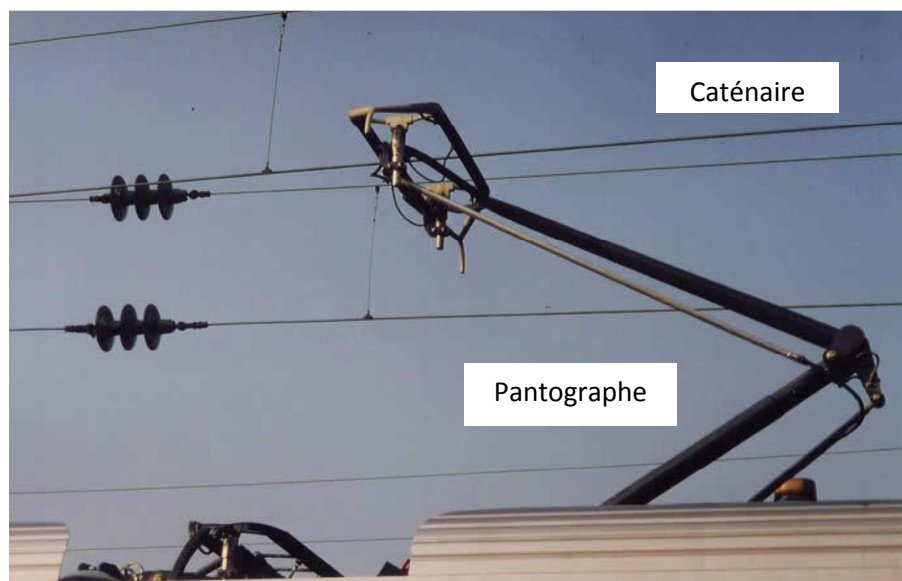
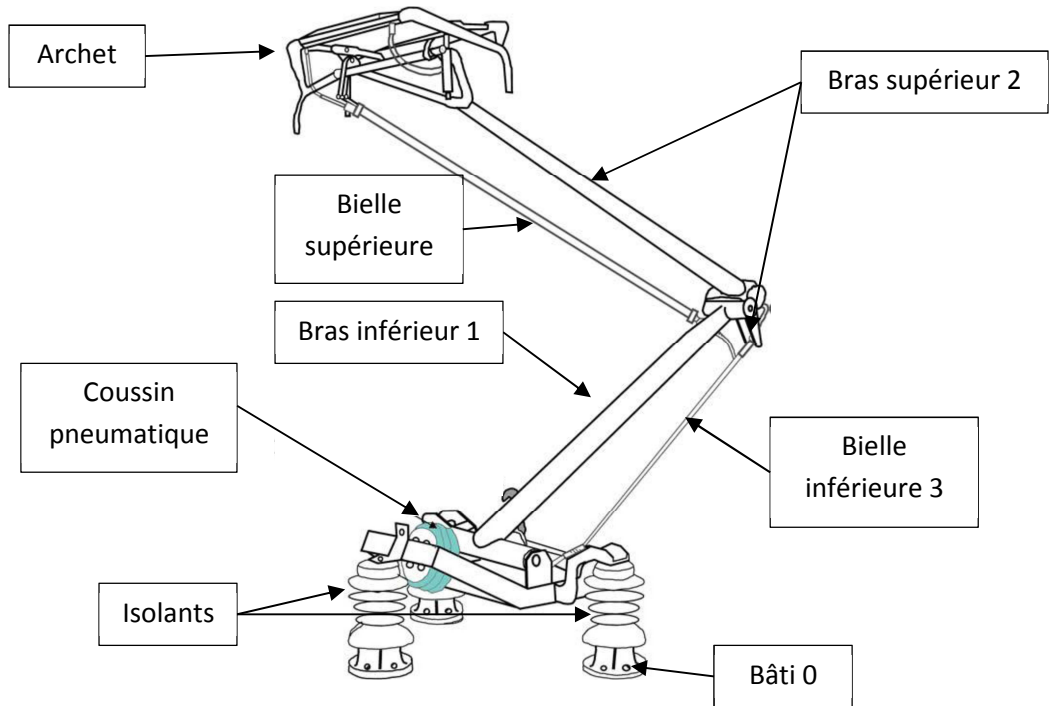

Figure 2 : Vue d'un pantographe
Figure 3 : Descriptif d'un pantographe
Le pantographe est essentiellement constitué d'un archet frottant sur la caténaire articulé autour de deux bras inférieur et supérieur et de deux bielles (voir Figure 2 et Figure 3). La mise en mouvement du pantographe et le maintien de l'archet sur la caténaire est assurée par un coussin pneumatique et d'une came (non représentée sur la Figure 3).
- Donner le rôle de la bielle inférieure (voir Figure 3).